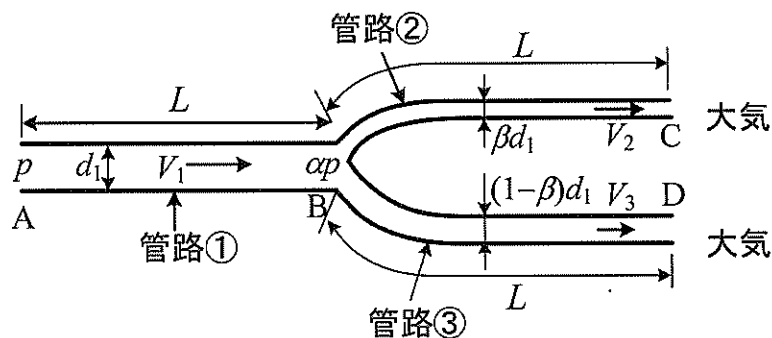

図 1
図 1 に示す分岐した円管内流れについて考える。一定の密度 ρ と動粘性係数 ν の粘性流体が入口 A から一定のゲージ圧力 p と断面平均速度 V_1 で内径 d_1 の管路①に流入し、分岐部 B で内径 βd_1 の管路②と内径 $(1-\beta)d_1$ の管路③に分岐して、それぞれ出口 C、出口 D で大気に流出する。また、分岐部 B でのゲージ圧力を αp とする。ここで α, β は 0 以上 1 以下の実数を表す。管路①～③の長さは全て L とする。管路内の流れは層流であり、管内径 d 、断面平均速度 V に対するレイノルズ数を $Re = Vd/\nu$ で定義すると、管摩擦係数が $\lambda = 64/Re$ で表される。エネルギー損失として管摩擦損失のみを考え、分岐部での損失等は無視する。また、管路は水平面内にあり重力の影響は無視できるものとして以下の設問に答えよ。
- (1) α を $\rho, \nu, L, d_1, V_1, p$ を用いて表せ。
- (2) 以下の設問では、 γ を以下のように定義する。